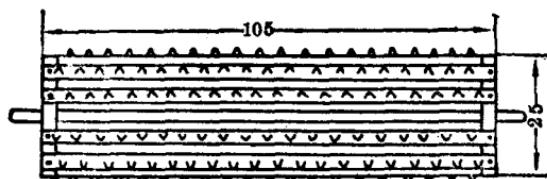

图 4
2. 滚筒：用 $25 \times 25 \times 4$ [毫米]³ 的木板二块根据木板大小用圆规作圆锯下，圆心处各钻一个小孔(两块迭在一起钻，以便对称)以备装轴(图 3)。再将 $3 \times 3 \times 105$ [毫米]³ 木条10条，用小元钉或大头针钉在两块直径 25 毫米的圆板四周(图 4)，做成滚筒。将大头针用尖嘴钳轧掉大头针的圆头后，磨尖，然后再把它弯成 \wedge 形，钉在每根木条上，每根木条约钉十五只左右，每只间隔尽量相等，并要求行与行之间单双数交叉排列。